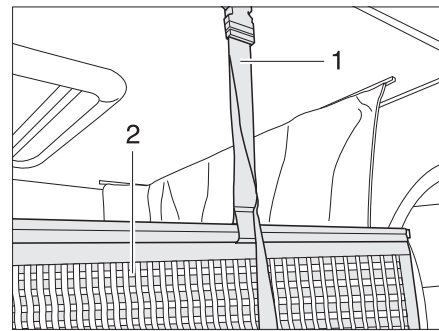

Fig. 140 Fixation filet de sécurité
Le filet de sécurité (Fig. 140,2) et les sangles de retenue sont rangés sous le matelas. Ne tendre le filet de sécurité qu'une fois que les personnes se trouvent dans le lit escamotable.
- Faire s'enclencher les sangles de retenue (Fig. 140,1) dans les œillets du plafond.